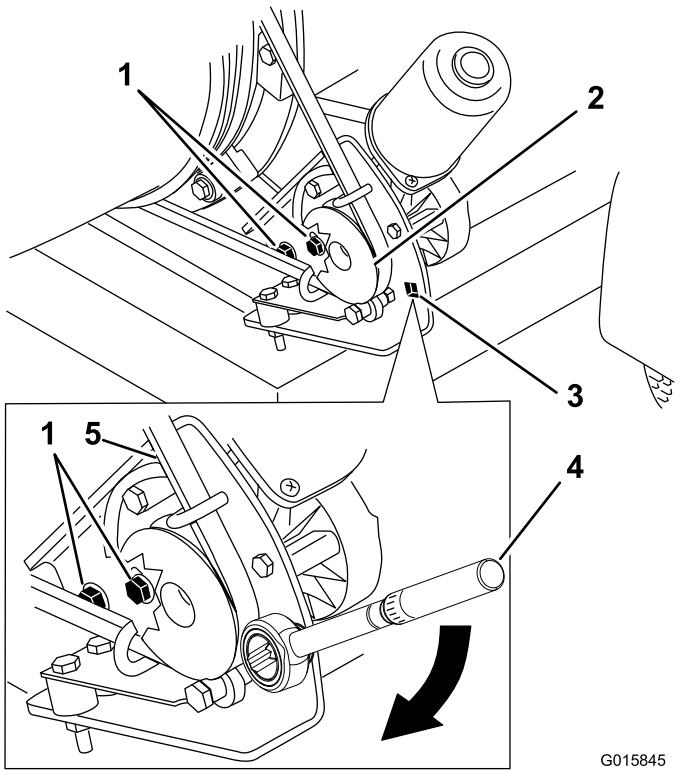

Figura 47
2. Allentate le 2 viti a testa cilindrica flangiate e i 2 dadi di bloccaggio flangiate che fissano la staffa di supporto del motore al supporto dell'alloggiamento del telaio della macchina (Figura 47).
3. Inserite la guida di una chiave torsionometrica nella staffa di supporto della puleggia come mostrato nella Figura 47.
4. Fate ruotare la staffa di supporto del motore lontano dall'ugello del soffiatore (Figura 47) fino a quando il serraggio della chiave torsionometrica non è compreso tra 22,6 e 26,0 N·m.